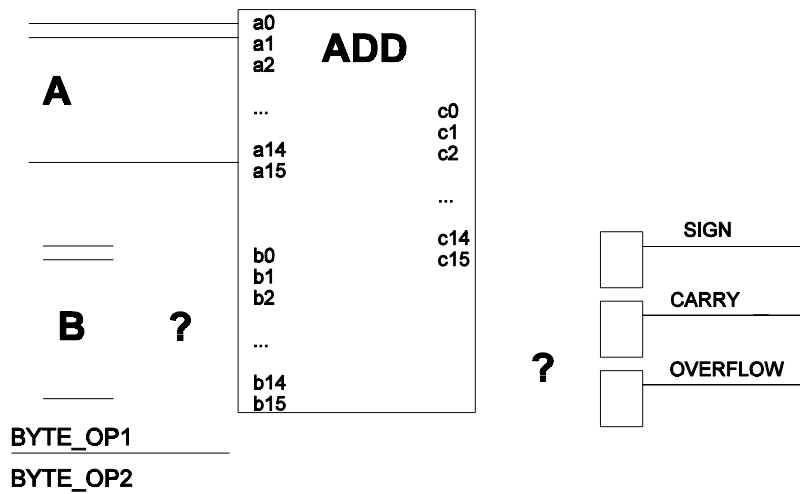

Abb. 4
6. Ein Addierwerk mit einer Verarbeitungsbreite von 16 Bits soll folgende Operationen ausführen können (Abbildung 4):